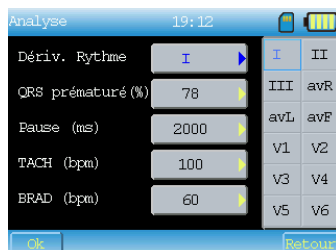

Fig. 7-21
(1) Dérivation du rythme : cliquez sur le bouton pour appeler l'interface comme Fig.7-21